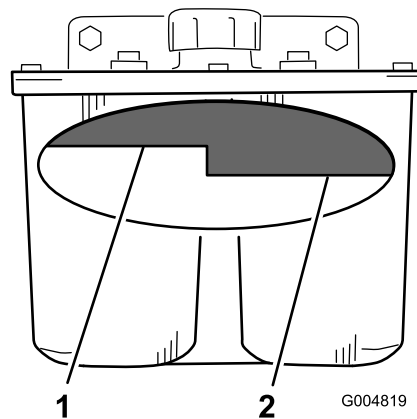

Bild 68
2. Reinigen Sie den Bereich um den Einfüllstutzen des Hydraulikbehälters (Bild 68).
3. Drehen Sie den Deckel vom Einfüllstutzen ab. Schauen Sie in den Stutzen um sicherzustellen, dass Öl im Behälter ist (Bild 68).
Hinweis: Der Füllstand sollte bei heißem Öl die Oberkante der heißen Einfüllmarkierung der Zwischenplatte erreichen (Bild 68).